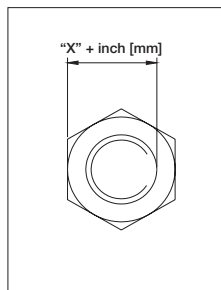

図5
1. ナットの側面からボルトの一番遠い部分までの距離を測定します。図5を参照してください。